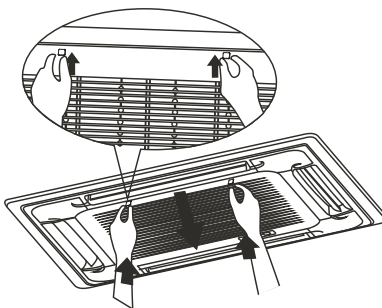
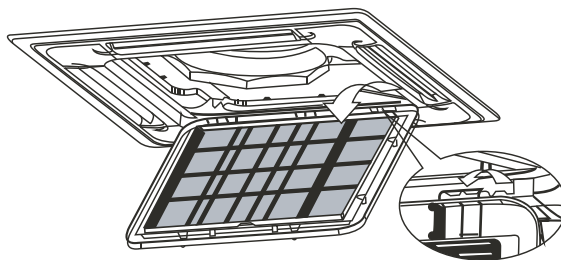

Figura 57
Figura 58
- Empuje los interruptores de la rejilla simultáneamente, como se indica en la Figura 57. A continuación, tire hacia abajo de la rejilla de entrada de aire (junto con el filtro de aire, como se muestra en la Figura 58). Tire de la rejilla de entrada de aire hacia abajo hasta 45° y levántela para retirarla.